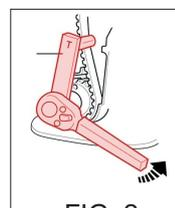

FIG. 2
- Herramienta de tensado (FIG. 2)
- 8 Montar la herramienta de tensado [FIG. 2] y aplicar un par de 10 Nm hacia la izquierda.